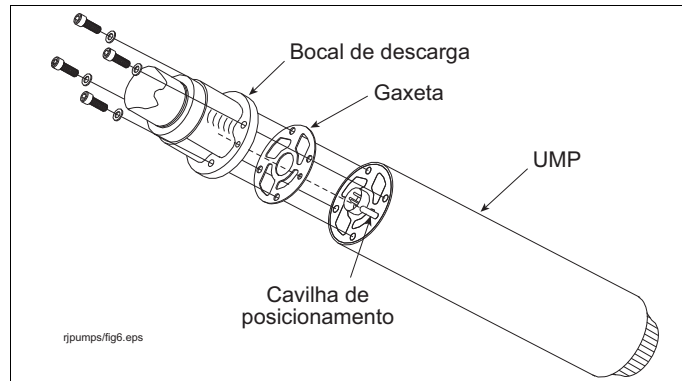

Figura 30. Parafusos e gaxeta da unidade de bombeamento (UMP)
4. Retire a unidade de bombeamento (UMP) antiga removendo os quatro parafusos que seguram o bocal de descarga, conforme mostrado na Figura 30. Jogue fora a gaxeta e os parafusos antigos.